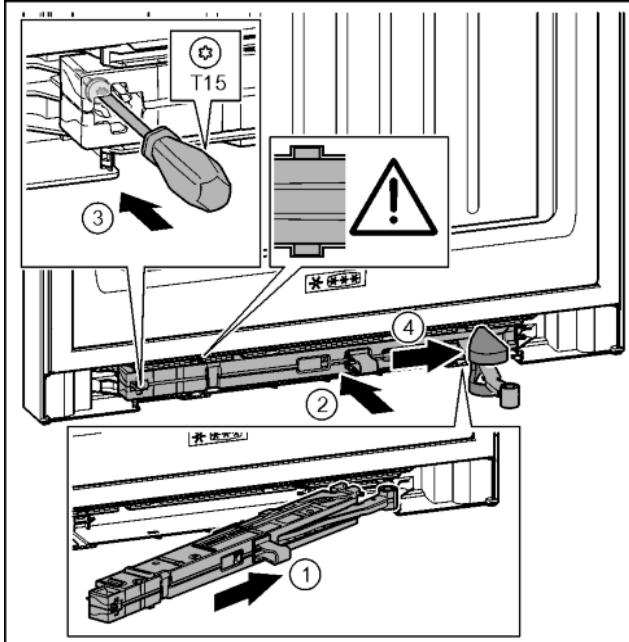

Fig. 40
- Вставить узел амортизатора со стороны опорного кронштейна в выемку до упора под наклоном. Fig. 40 (1)
- Полностью вставить узел амортизатора в выемку. Fig. 40 (2)
- Затянуть винт отверткой T15. Fig. 40 (3)
- Переместить крышку над шарниром. Fig. 40 (4)